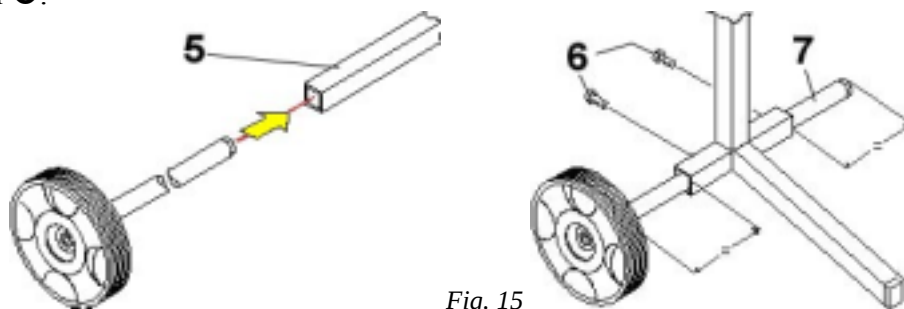

Fig. 15
- 4 Infilare la ruota e l'asse all'interno del tubolare inferiore del telaio **5** (fig.15). Posizionare l'asse **7** in modo che sia centrato rispetto al telaio e bloccarlo successivamente con le viti **6**.